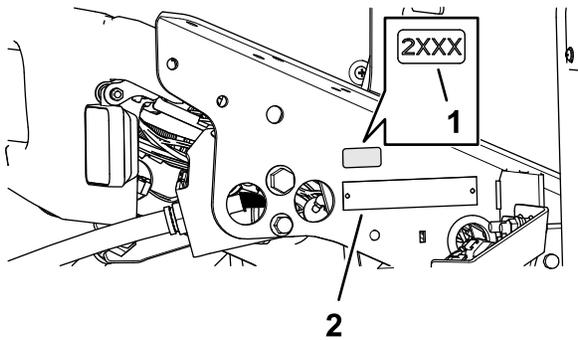

図 36
1. 消毒用アルコールときれいなウェスで、フードロックを取り付けた場所の隣の部分をきれいにぬぐって表面を乾燥させる (図 36)。